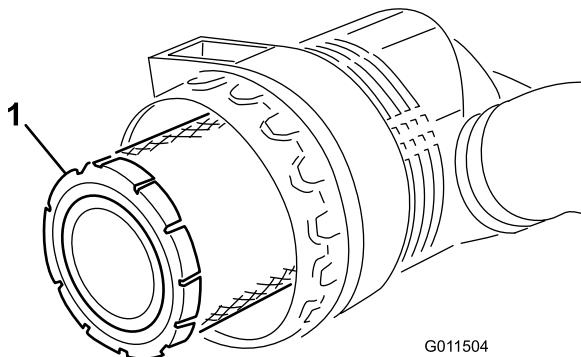

Figure 50
- Enlevez l'élément principal (Figure 50). Il est déconseillé de nettoyer les éléments usagés car cela
- Remplacez l'élément principal (Figure 50).